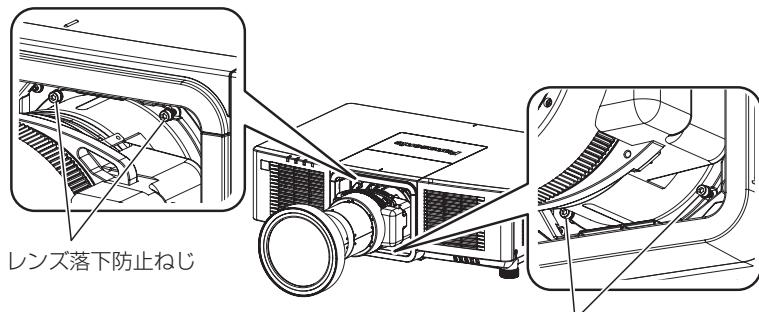

図2 レンズ落下防止ねじ
- ズームレンズ（品番：ET-EMU100）を取り付けている場合は、投写レンズの周囲にあるねじ（4本）を、ズームレンズ（品番：ET-EMU100）に付属の六角ボールポイントドライバーで取り外してください。（図2）